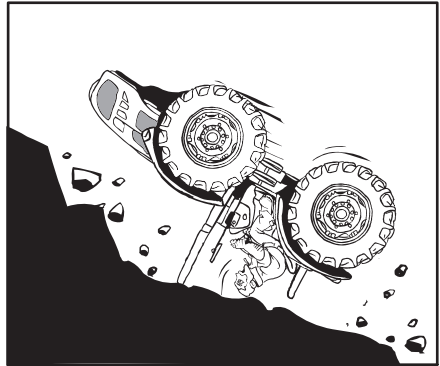

Abb. 2.14
- Bei der Arbeit in der Nähe von Gräben oder Ufern muss der Traktor hinter der Bruchlinie gehalten werden. Mit dem Traktor nicht an Gräben, auf Deichen, an Böschungen und Flussufern arbeiten, die abrutschen könnten (Abb. 2.14).